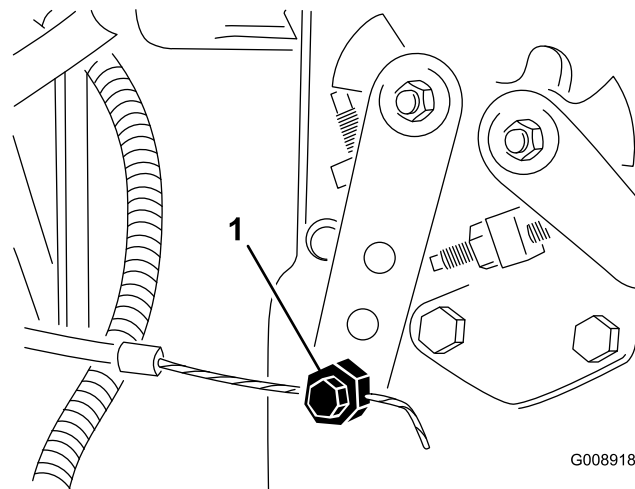

Figura 74
- Afije el conector del cable del acelerador en la palanca de la bomba de inyección (Figura 74).